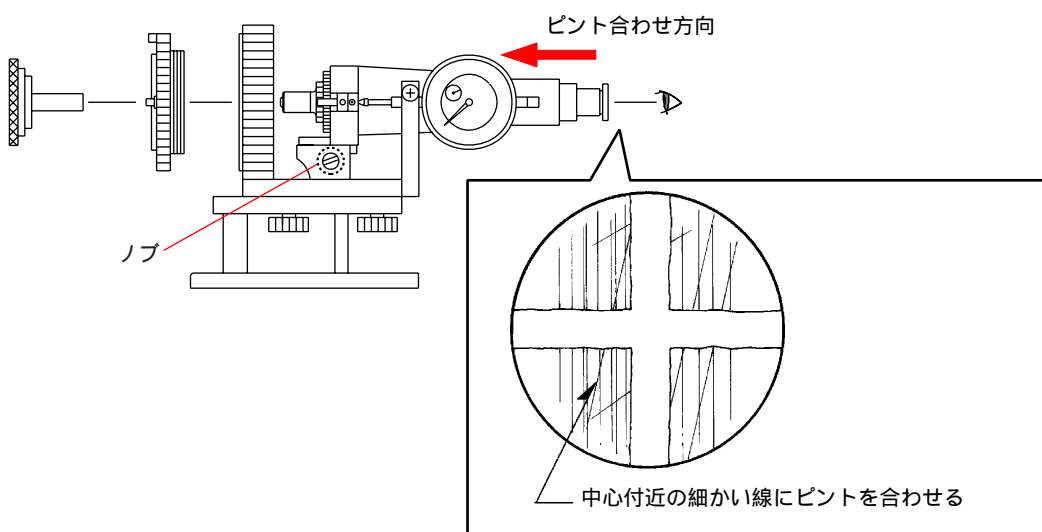

Fig.4-3-2
- 注意:** 必ず Fig.4-3-2 の矢印方向にピント合わせを行ってください。